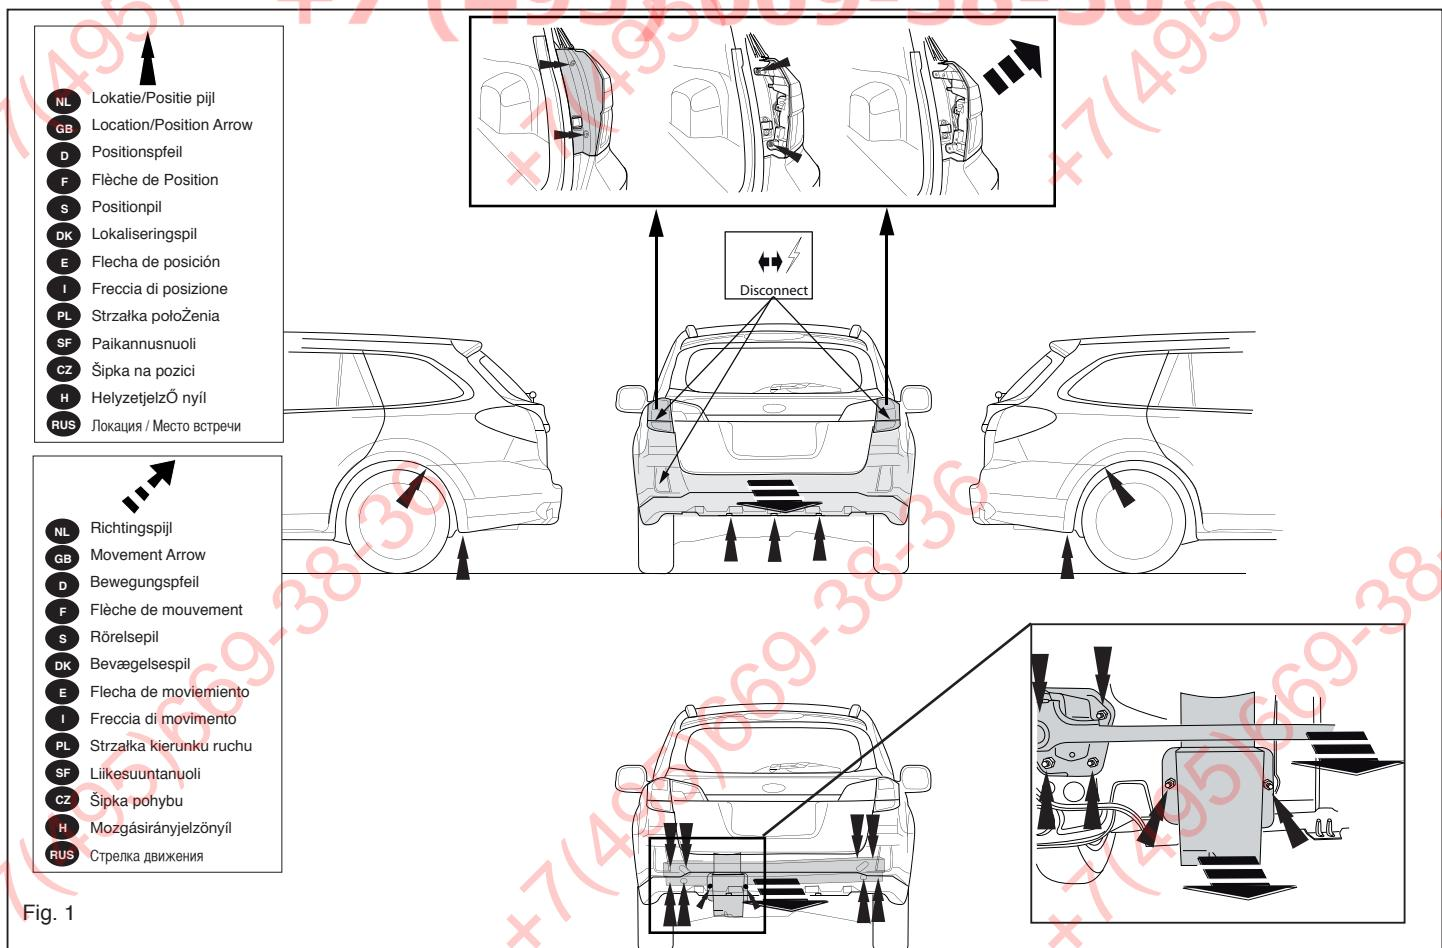

Fig. 1
1. Remove the bumper. See figure 1.
2. Remove the cross member from the vehicle. See figure 1.
1. Die Stoßstange abmontieren. Siehe Abbildung 1.
2. Den Querbalken vom Fahrzeug abmontieren. Siehe Abbildung 1.